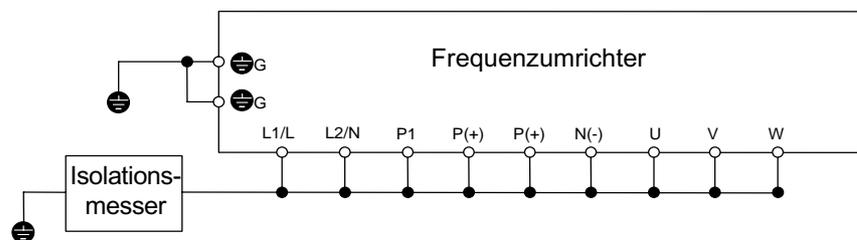

Bild 8-4-1 Isolationsprüfung
3. Schließen Sie die Klemmen des Hauptstromkreises über eine gemeinsame Prüfleitung, wie im Bild 8-4-1 gezeigt, an.